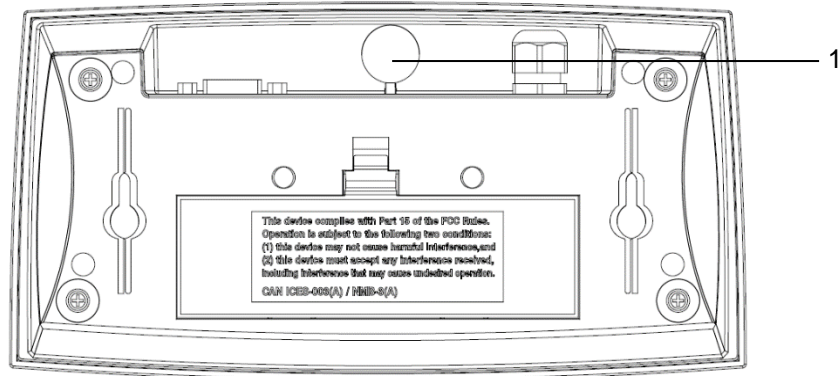

Figura 5-2 Sigillatura con carta della bilancia Defender 2500
- Sigillatura con carta: applicare la carta sigillante sulla vite a testa svasata illustrata nella Figura 5-2.